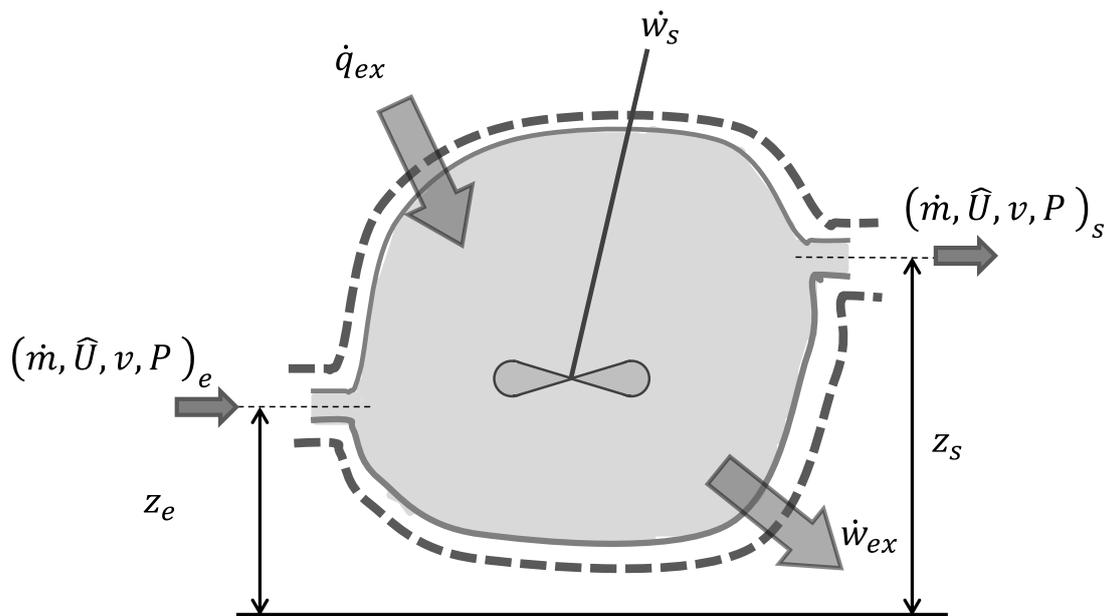

Figura 5: Volume de controle do balanço macroscópico de energia.
Considere o sistema representado na **Figura 5**. Há uma entrada e uma saída de massa no volume de controle (VC), indicadas pelos subscritos 'e' e 's'. Cada vazão é caracterizada por uma cota z , velocidade v , energia interna específica \hat{U} , pressão P e vazão mássica \dot{m} . O sistema tem fronteiras permeáveis à energia, de forma que calor \dot{q} e trabalho \dot{w} podem adentrar ou deixar o sistema. A entrada de calor ou de trabalho no volume de controle provoca aumento na quantidade de energia ($dE/dt \geq 0$).
Na **Figura 5**, representa-se o trabalho e o calor que atravessam a fronteira do VC (externos) como \dot{w}_{ex} e \dot{q}_{ex} . O trabalho de eixo \dot{w}_s representa um trabalho estritamente mecânico realizado sobre o VC (o subscrito 's' vem do inglês, *shaft*, e não deve ser confundido com o subscrito 's' de saída).